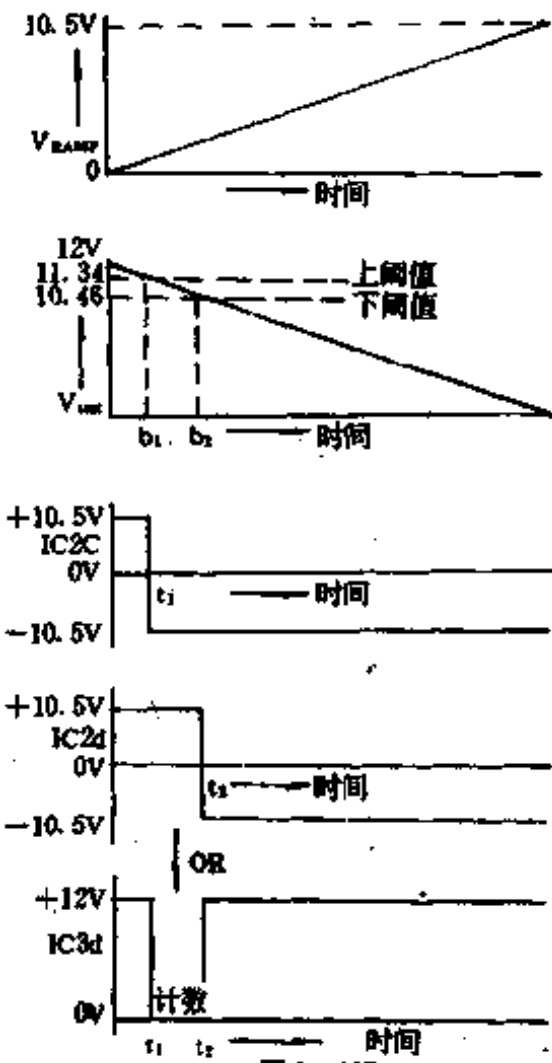
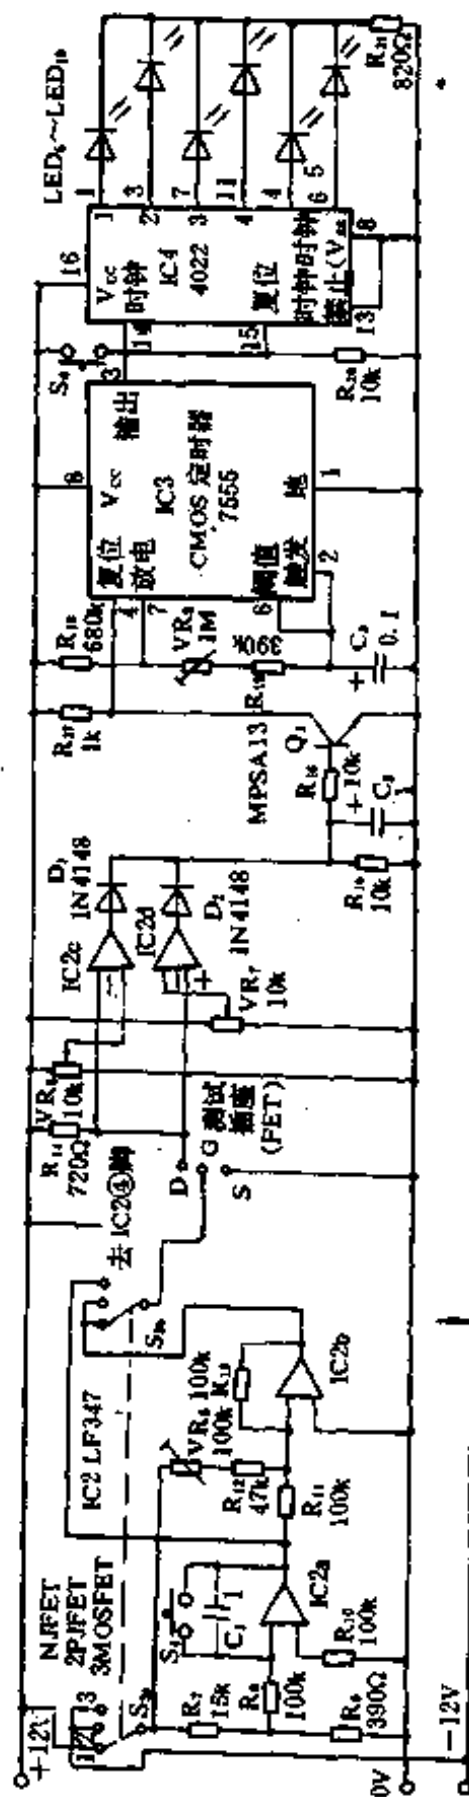

图 1-167
图 1-166
锯齿形电压发生器电路的其余部分用来测量电流增加 4mA 时所需的时间。电流升高至 3mA 以上时输出就变为高(图 1-166 的 IC2c)。较高电流的检测器的连接方法相反,它的输出是从高开始,电流升至 7mA 以上时,其输出则变为低(仪器工作波形见图 1-167)。
1. 逻辑控制电路:在测试时间里,电流从 3mA 到达 7mA。图 1-167 指出两个比较器的输出在关键时间都是低。利用“或”门逻辑电路可以检测出这个条件,用两个二极管( $D_1$  和  $D_2$ )和电阻  $R_{15}$  来组成“或”门电路。只有两个运算放大器的输出是低时, $R_{15}$  上端的电压才是低。这两个二极管也可以阻断来自电路的其他部分的负电压。运算放大器的输出是低时,电压会降至 -10.5V。这两个二极管可以防止电压降至 0V 以下。
根据 FET 的类型调定  $S_3$ ,并且把待测 FET 插入插座。适合 N 沟道的 JFET 和 MOS FET 的引脚已在图 1-166 标出,而 P 型的 JFET 和 MOS FET 的安插应使极性相反,源极在插座 D,而漏极则在插座 S。